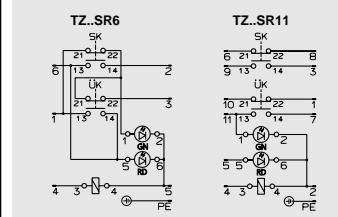

Bild 2: Anschluß- / Steckbelegung
Die LED-Funktion ist in dieser Betriebsanleitung für die Standardverdrahtung der Ausführung TZ...SR6 beschrieben (siehe Bild 2: Pin 1 = ⊕ / Pin 5 = ⊖ / Pin 2, 3, 6 zur SPS).
- Anschlußvorschlagn siehe Bild 2.
- Steckbelegung siehe Bild 2.